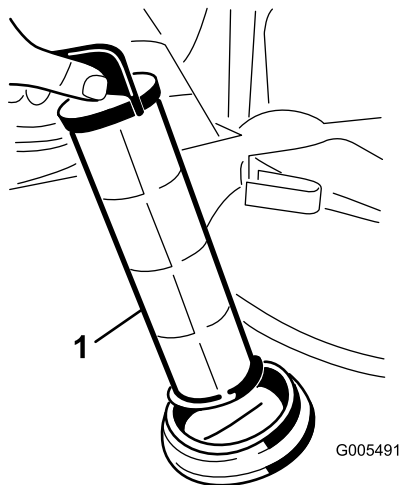

Figura 67
4. Retire el filtro de aspiración del orificio (Figura 67).